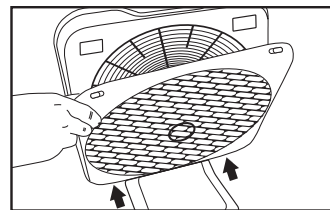

Fig. 6
5. Sostenga la parte inferior de la placa de la rejilla en su lugar y empuje la parte superior hacia la unidad. Las lengüetas de liberación de la parte superior de la rejilla volverán a su lugar con un clic. Vea la Fig. 6.